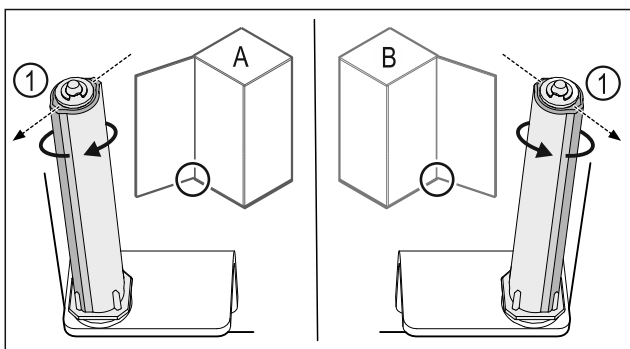

Fig. 40 Vasakpiiraja (A) / parempiiraja (B)
- ▶ Keerake sulgemissüsteemi vastu takistust, kuni sulgemissüsteemi vahetugi Fig. 40 (1) on suunatud väljapoole.